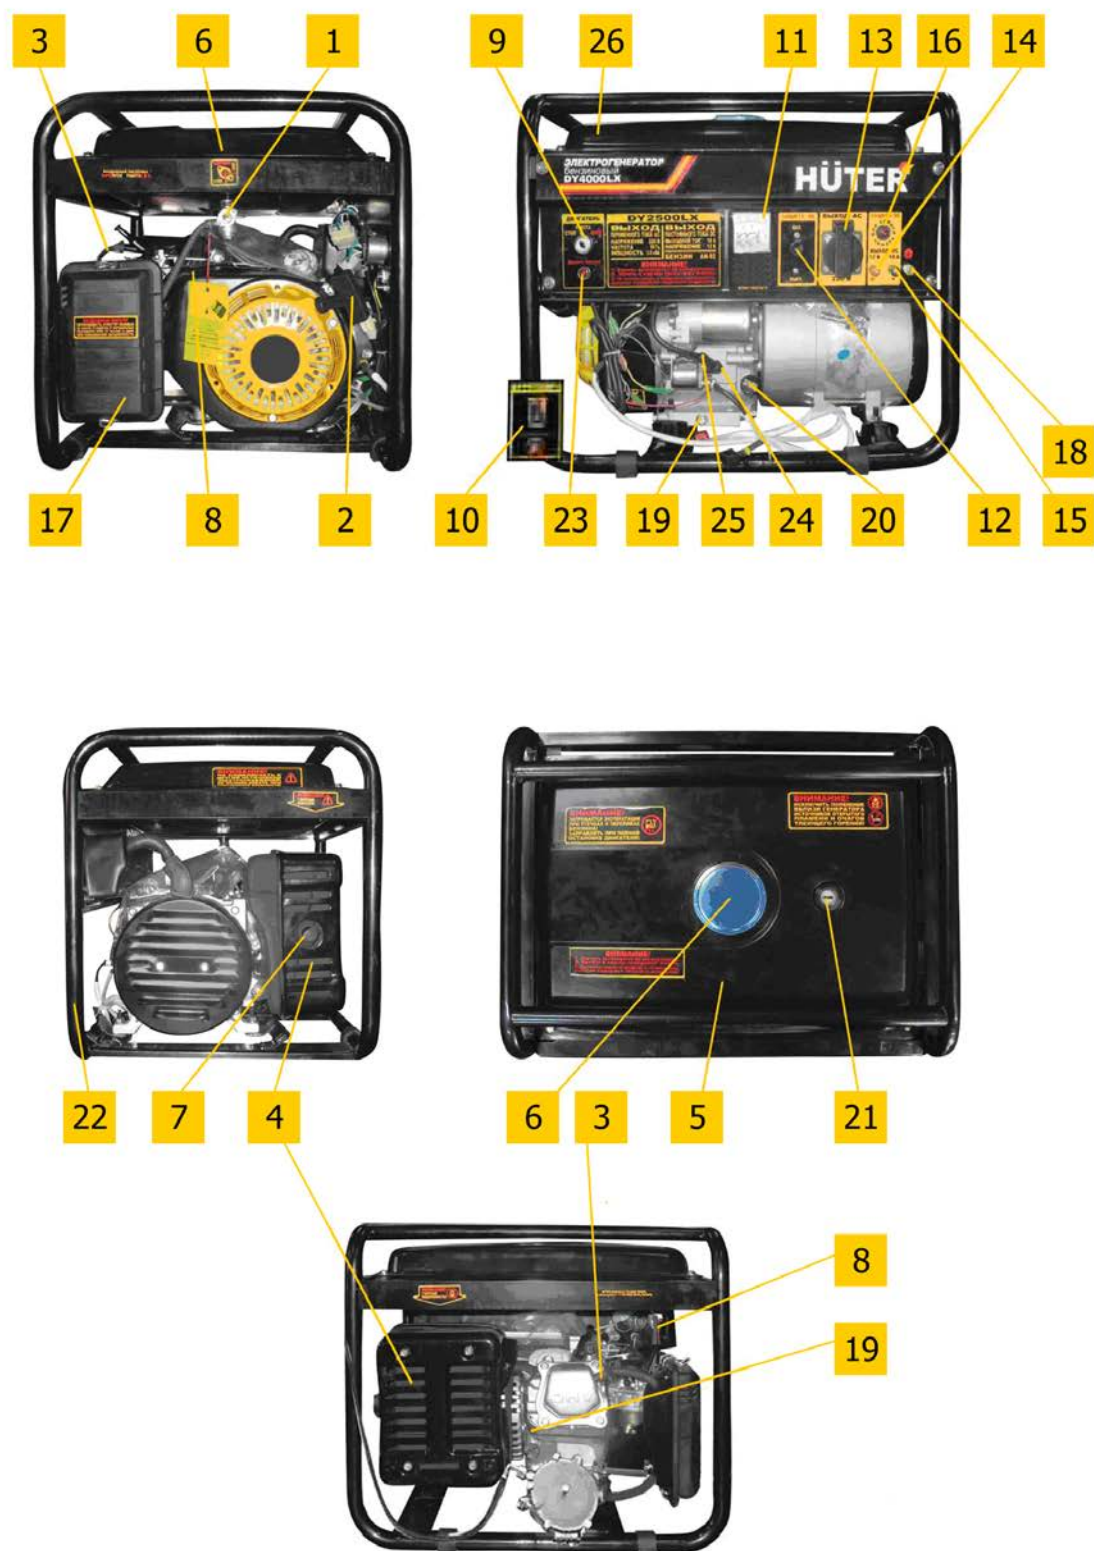
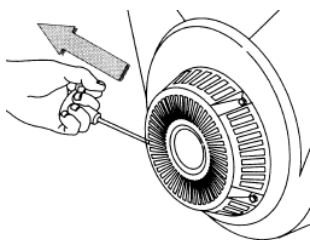

Рис. 1
Рис. 2
- Вывинтить щуп (поз.20 рис.1) и залить в картер масло соответствующего типа (таблица 2) до нижнего края горловины. Вставить чистый сухой щуп в горловину картера и вынуть его. Проверить уровень масла: граница смоченной области щупа должна располагаться между отметками минимального и максимального уровней.
- При установке генератора следует подключить к резьбовой клемме (поз.18 рис. 1) проводник заземляющего устройства, удовлетворяющего требованиям раздела «Обеспечение требований безопасности».
- Отключить все потребители переменного тока от генератора, переведя рычаг автоматического выключателя (поз. 12 рис. 1) в отключенное положение «0», отсоединить потребители постоянного тока от клемм (поз. 14, 15 рис. 1).
- Открыть топливный кран (поз. 1 рис. 1, см. также рис. 3)
- Перевести рычаг управления воздушной заслонкой (поз. 8 рис. 1) в крайнее левое положение при пуске холодного двигателя и в промежуточное положение при пуске прогретого двигателя
- Перевести выключатель двигателя (поз. 9 рис. 1) в отключенное положение «0».
- Плавно вытянуть до упора трос ручного стартера за ручку (поз. 2 рис. 1) и вернуть в исходное положение (см. также рис. 2).
- Перевести выключатель двигателя (поз. 9 рис. 1) во включенное положение «1».
- При ручном пуске придерживая генератор за раму, резко с интенсивным усилием вытянуть трос стартера до упора (рис. 2), повторив действие несколько раз при необходимости.
Если двигатель не запускается, следует изменить положение рычага воздушной заслонки, сдвигая его вправо тем больше, чем выше температура двигателя и окружающего воздуха, затем повторить пуск с помощью стартера. Включение электрического стартера производится поворотом ключа выключателя (поз.9 рис.1) в крайнее правое положение «пуск». Сразу после пуска двигателя отпустить ключ для обеспечения его самовозврата в среднее положение. При срабатывании защиты (поз.26 рис.1) нажать сброс после остывания автоматического выключателя.
- При работе на бензине после прогрева двигателя в течение времени около 10-40 секунд, в зависимости от начальной температуры, перевести рычаг заслонки (поз. 8 рис. 1) в крайнее правое положение, если при этом двигатель работает неустойчиво вернуть рычаг заслонки (поз. 8) в прежнее положение и обеспечить завершение прогрева.
- Подключить к разъемам генератора потребители, соответствующие требованиям раздела «Обеспечение требований безопасности». Полная мощность (сумма активной и реактивной мощностей) всех подключаемых потребителей в стационарном режиме не должна превышать значений номинальной мощности, указанных в Таблице 1. Не допускается длительное превышение номинальной мощности более, чем на 10% свыше номинального значения. Включить автоматический выключатель (поз. 12 рис. 1), установив его рычаг управления в положение «1».
- При работающем генераторе отключить автоматический выключатель (поз. 12 рис. 1), отсоединить потребители постоянного тока от клемм.
- Закрыть топливный кран (поз. 1 рис. 1).
- 6.1 Наличие и величина напряжения переменного тока индицируется и измеряется вольтметром (поз. 11 рис. 1).
- 6.2 Причиной отсутствия напряжения при работающем генераторе может служить срабатывание автоматических выключателей защиты цепей от перегрузки (поз. 12, 16 рис.1). В этом случае следует устранить причину перегрузки и нажать кнопку или клавишу сброса соответствующего автоматического выключателя после его остывания.